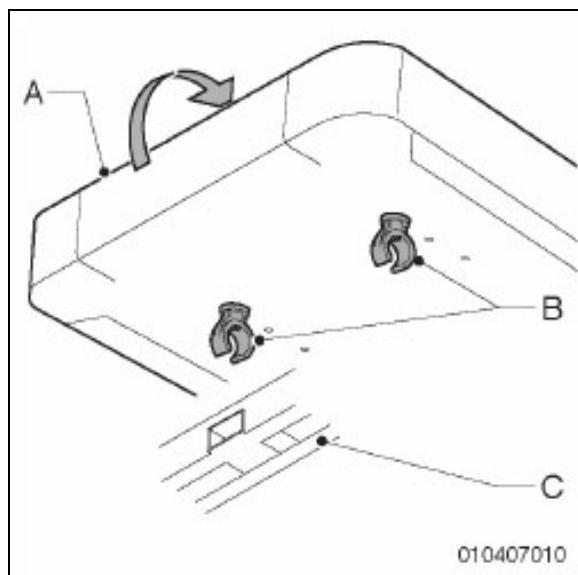

Bild 3.13
1. Dra upp sätet (A på bild 3.13) fram till.
2. När du sätter tillbaka sätet måste klämmorna (B på bild 3.13) klicka fast runt stolens ram (C på bild 3.13).